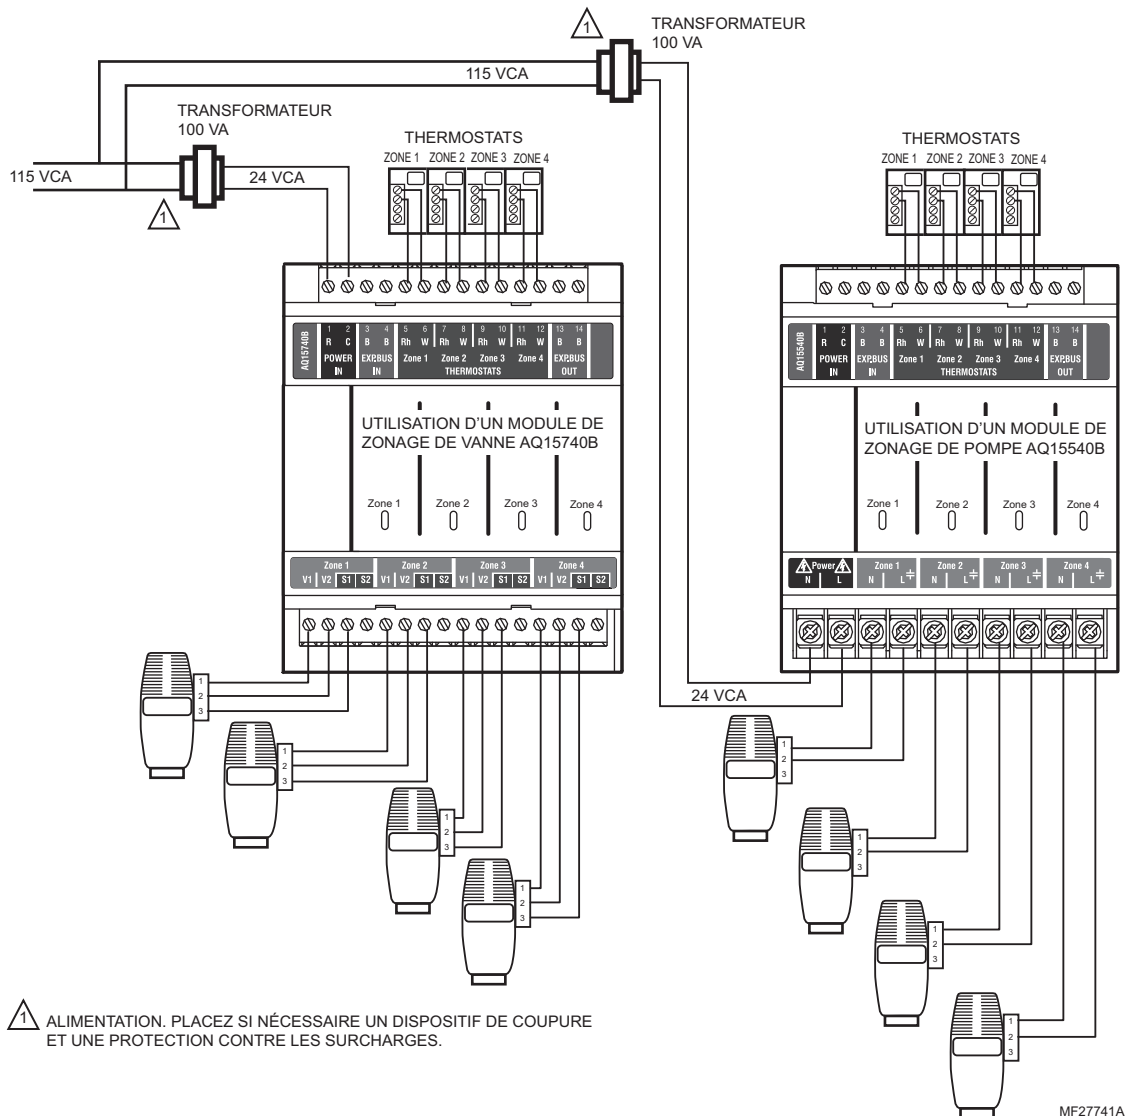

Fig. 14. Câblage d'une capacité VA basse tension supplémentaire.
de zone sélectionnées ne consomment pas plus de puissance (VA) que la capacité de 38 VA du transformateur AQ10X38 fourni avec le tableau de régulation AQ251. Ce transformateur intégré a suffisamment de puissance pour actionner 4 vannes de zone motorisées (telles que les vannes Honeywell V8043E ou 4 vannes avec actionneurs de moteur de chauffage à faible ampérage, tels que les actionneurs Honeywell MV100), plus alimenter les circuits électroniques du module de régulation de l'AQ251 et jusqu'à 16 thermostats AQ1000. Si des vannes de zone avec actionneurs de moteur de chauffage à ampérage élevé sont utilisées (comme les vannes de zone série Taco 500), un transformateur d'une capacité supplémentaire de 24 Vca devra être câblé au module de zonage pour alimenter les vannes. Voir la Fig. 14 de la page 11 pour le câblage recommandé